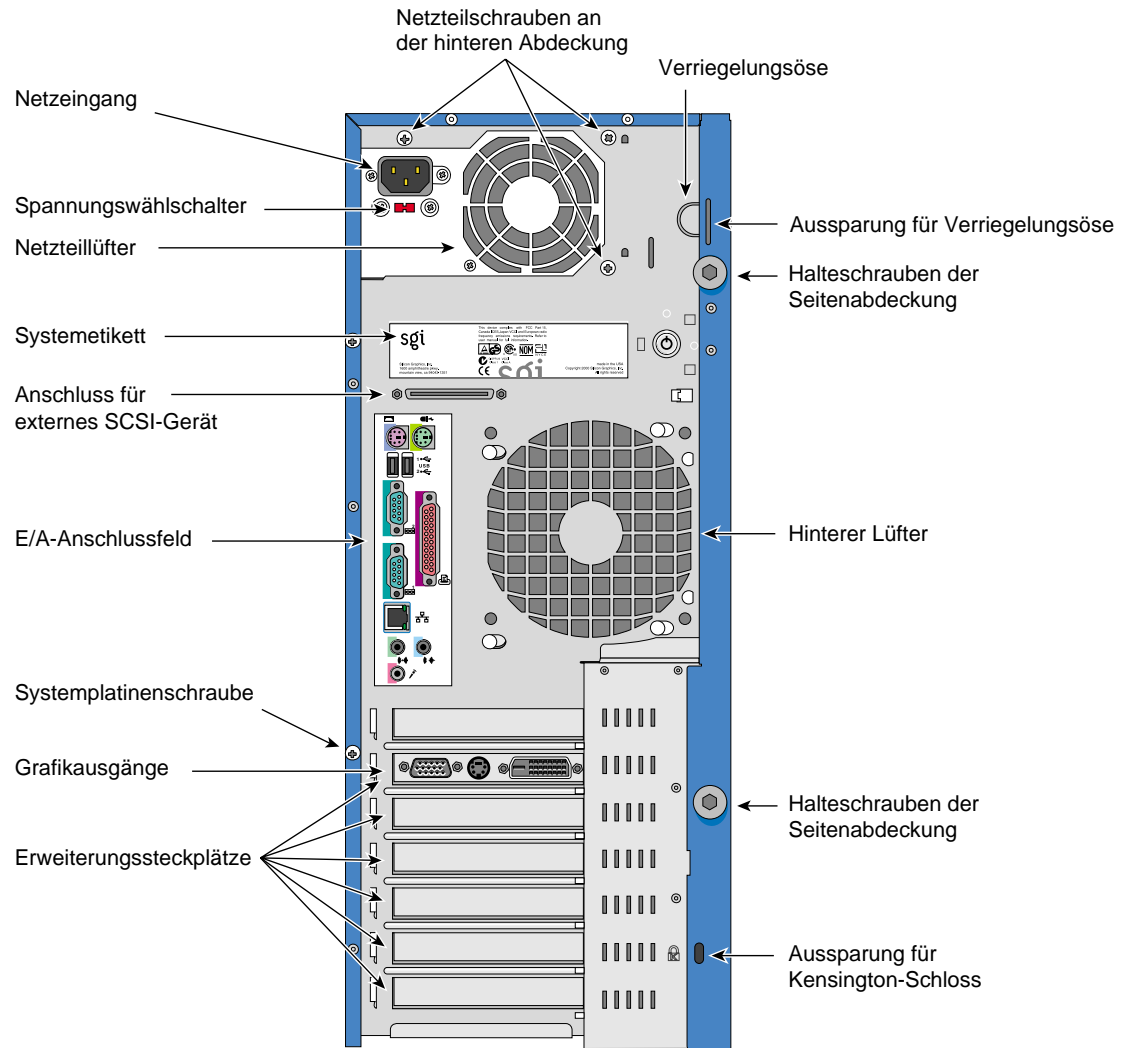
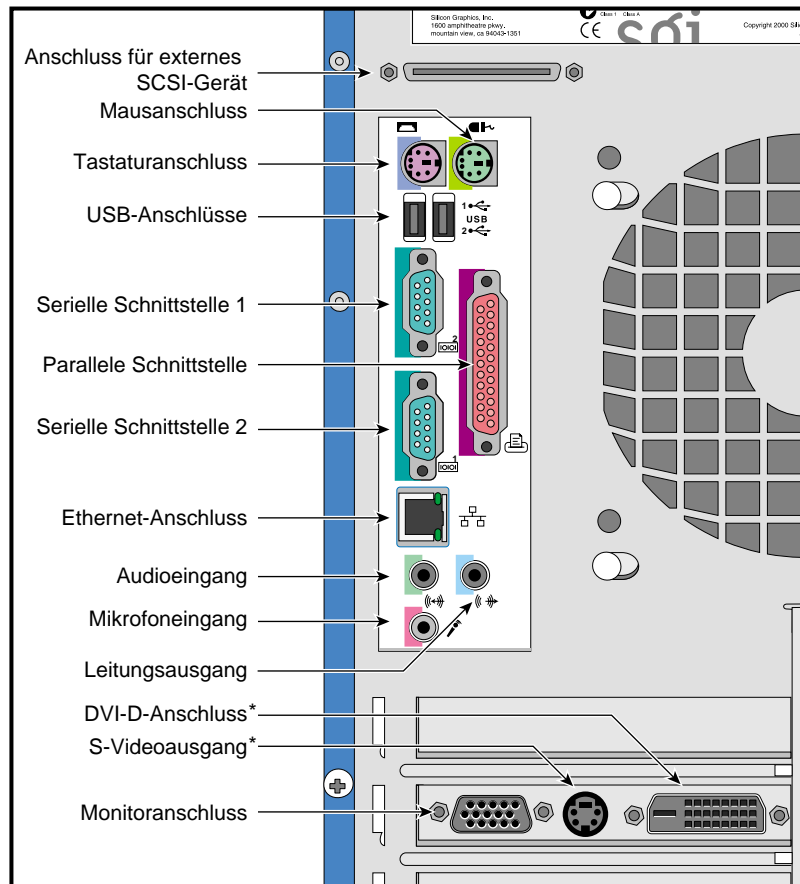

Abbildung 1-2 Rückseite
Abbildung 1-3 E/A-Schnittstellen
Wie in Abbildung 1-2 zu sehen ist, befinden sich an der Rückseite der Netzeingang, die hinteren Systemlüfter, sechs Erweiterungssteckplätze und das E/A-Anschlussfeld. Abbildung 1-3 zeigt eine Detailansicht des E/A-Anschlussfeldes.
- Die Systemplatine ist mit einem einschraubigen Montagesystem parallel zur rechten Seitenabdeckung montiert (die Lage der Systemplatinenschraube ist aus Abbildung 1-2 ersichtlich). Eine Übersicht über die Systemplatine und ihre Komponenten finden Sie in Kapitel 3.